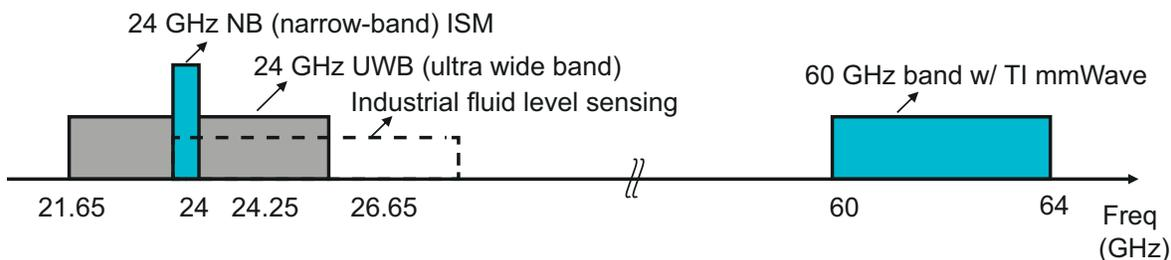

图 1. 24GHz 和 60GHz 频段。
24GHz 频段有两个主要组成部分：超宽带 (UWB) 和窄带 (NB)，在图 1 中与 60GHz 频段一起显示。